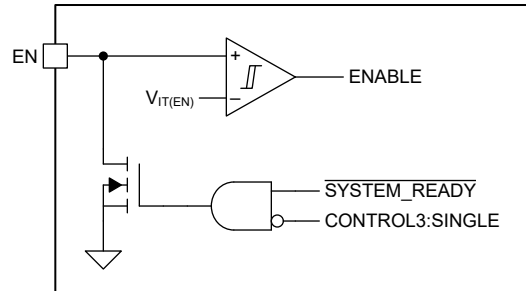

图 7-9. 使能功能方框图
使能 (EN) 引脚是双向引脚，具有两项功能。请参阅 图 7-9：